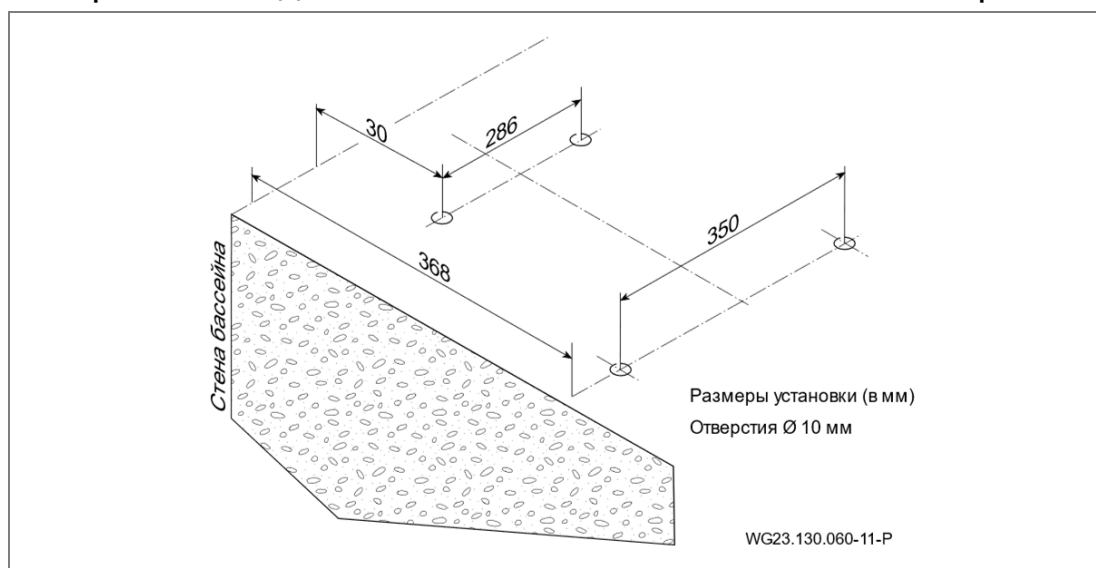
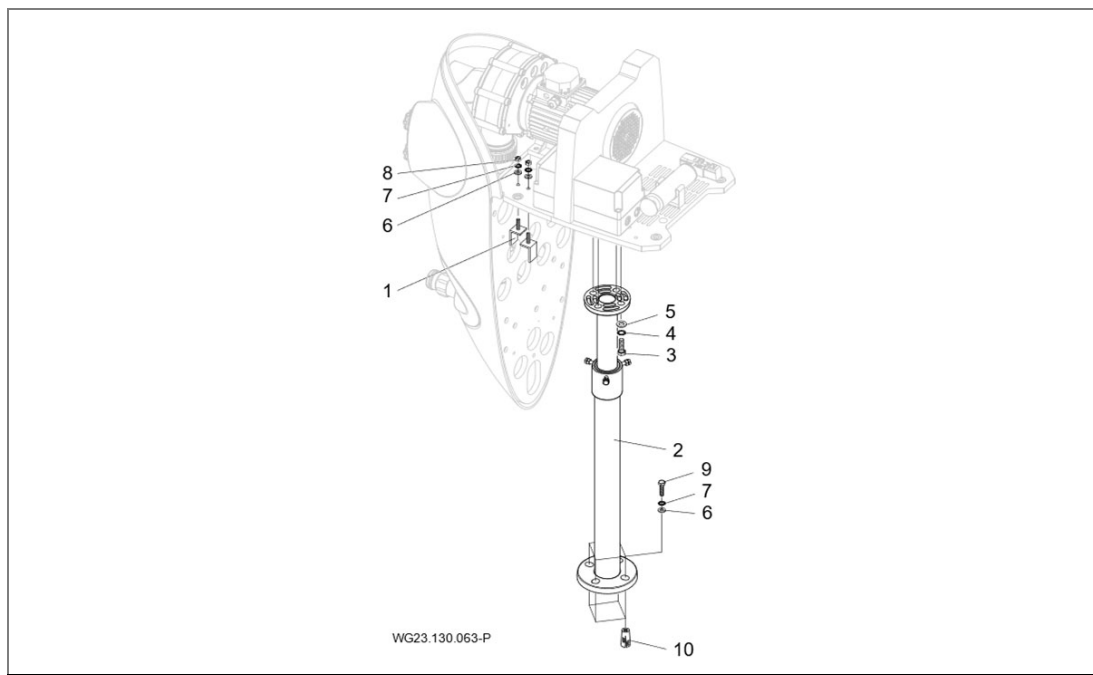

Рис. 4
Рис. 5
- ➔ Место расположения следует выбрать и подготовить согласно Рис. 4. Место расположения следует выбрать и подготовить согласно. См. "Рис. 5" на стр. 20
- ➔ Приподнимите установку и просверлите в размеченных местах отверстия диаметром Ø 10 мм. См. "Рис. 4" на стр. 19